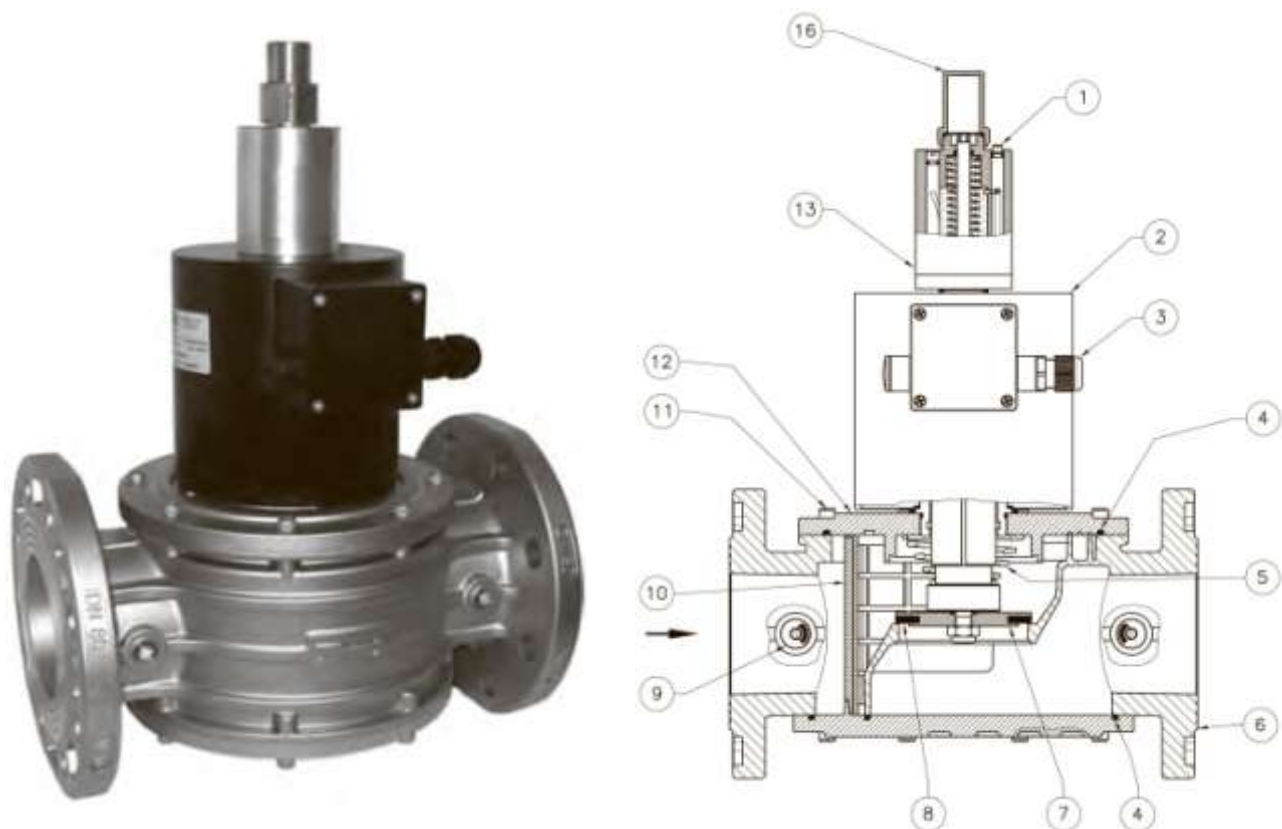

Рис. 3
Клапан рис. 3 состоит: винт регулировки скорости открытия (1); электромагнитная катушка (2); электрический коннектор (3); прокладка (4); пружина (5); корпус (6); затвор (7); манжета затвора (8); заглушка (9), фильтрующий элемент 50 мкр\* (10); винт (11), крышка (12), гидравлический тормоз (13), колпачок тормоза (16).